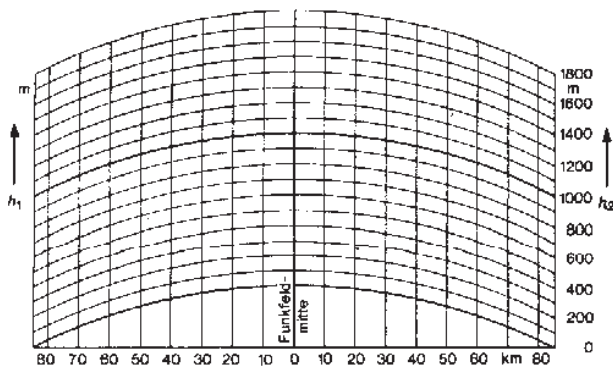

Abb. 2
Es muß nochmals darauf hingewiesen werden, daß die Formel (1) und das Diagramm nur für optische bzw. quasi-optische Sicht gelten. Diese ist nur gewährleistet, wenn die Antennen je nach Entfernung eine entsprechende Höhe über Grund haben (**Abb. 2**) und kein Hindernis in die Sichtlinie (bei genauerer Betrachtung in die Fresnel-Zone) ragt.
Die zunehmende Verbilligung von Mikrowellen-Transistoren macht es auch dem Normalamateur möglich, eine Empfangsanlage „nach dem Stande der Technik“ aufzubauen, also mit einer Rauschzahl von 4 dB oder besser. Schon in Abb. 2 wurde darauf hingewiesen, welche Bedeutung die Empfängerrauschzahl auf die Leistungsfähigkeit der gesamten Übertragungsstrecke hat.
Rauschzahl der Empfangsanlage um die Kabelkämpfung erhöht (siehe auch Abb. 2). Er wird über zwei Koaxialrelais eingeschleift, die mit Sicherheit vor dem Sender umschalten (keine HF-Vox) und in Stellung „Senden“ stromlos sind (Sicherheit gegen Ausfall). Falls Gelegenheit besteht, zwei Kabel zu verlegen, kommt man mit einem Koax-Relais dicht an der Antenne aus.